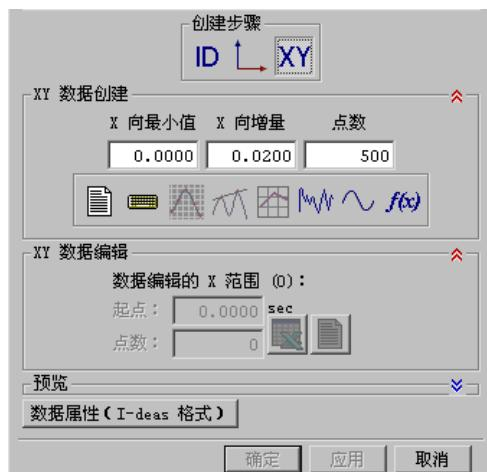

图 7.3.28 “XY 数据”界面
⑤ 在“XY 函数编辑器”对话框中单击“XY 数据”按钮 **XY**，在 **XY 数据创建** 区域 **X 向最小值** 下方的文本框中输入值 0，在 **X 向增量** 文本框中输入值 0.02，在 **点数** 文本框中输入值 500，如图 7.3.28 所示。
- 图 7.3.28 显示的是“XY 函数编辑器”对话框的“XY 数据”界面，在该界面中可以选择各种数据创建的方法来创建 AFU 表格。